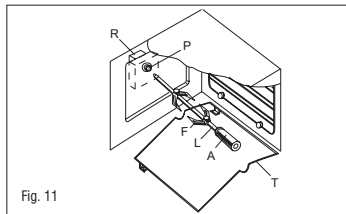

Fig. 11
50 ÷ 200	Total grill heating element (turnpit motor according to the models, see Fig.11). It is indicated for cooking on the spit, grilling and gratinating.
50 ÷ 200	Total grill heating element or (turnpit motor according to the models, see Fig.11). It is indicated for cooking on the spit, grilling and gratinating.
- Fit the end of the spit into the motor M at the back of the oven (fig.11).
50 ÷ 200	Einschaltung der gesamten Grillheizung und (Motor des Drehspiesses nach den Modelle, siehe Abb.11). Diese Funktion ist zum Spießbraten, Grillen oder Gratinieren geeignet.
- Lehnen Sie den Bratspießschalter an, wie auf Bild 11 gezeigt.
- Setzen Sie die Bratspießspitze in die hohle Motorwelle M, die sich an der Rückseite des Ofens befindet, ein (Abb.11)